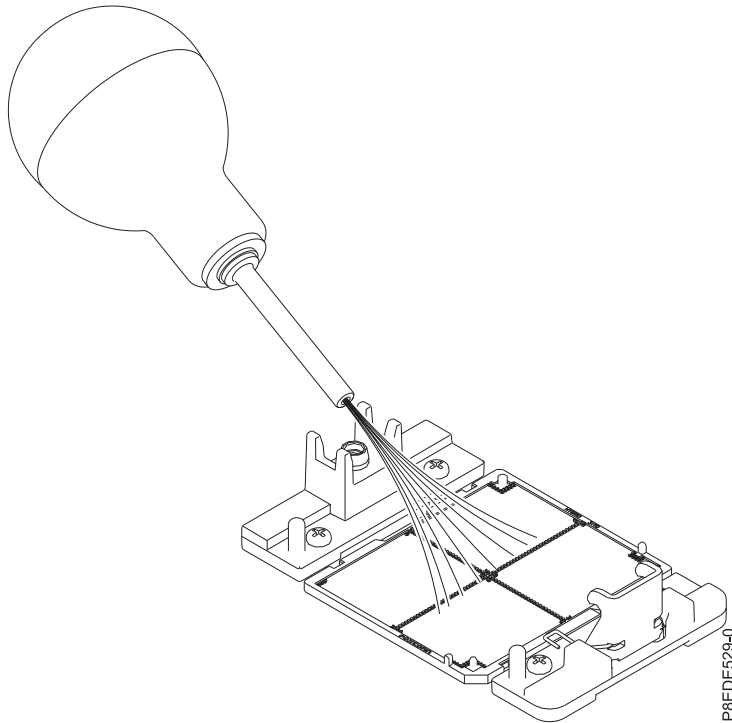

Figure 128. Retrait de la poussière et des particules du support du processeur système.
- a. Si de la poussière ou des particules sont présentes sur le support du processeur système, utilisez la pompe à air fournie (référence 45D2645) pour nettoyer le support. Dirigez de petits jets d'air depuis le centre vers les côtés du support, comme illustré dans la figure 128, à la page 113.